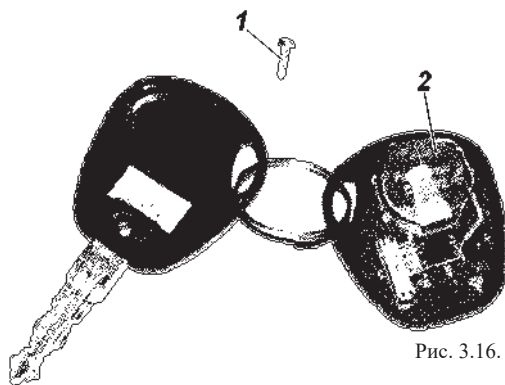

Рис. 3.16. Пульт дистанционного управления:
Для этого выкрутить винт 1 (рис. 3.16) со стороны корпуса, противоположной кнопкам управления; при помощи плоской отвертки разъединить половинки корпуса; вытянуть плату из корпуса; заменить элемент питания 2 на новый, соблюдая полярность подключения; вставить плату в корпус; защелкнуть половинки корпуса и закрутить винт.
- выключатель выбора функции «Круиз-контроль» (рис. 3.16). Служит для управления функциями КК.